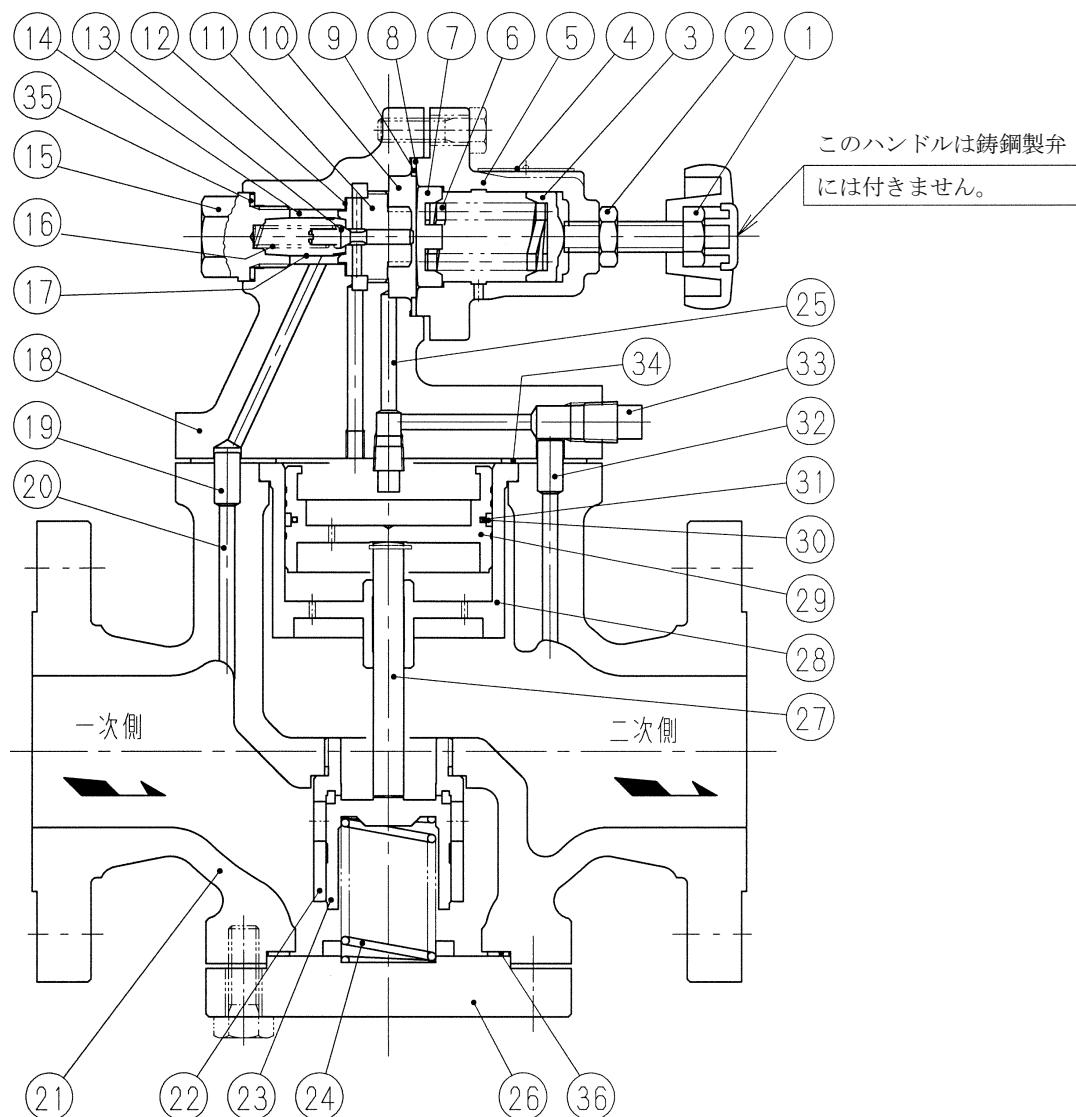

図1 構造図
<ul style="list-style-type: none">● オンオフ弁が閉弁しますと、蒸気ドレンが発生し蒸気配管中に充満します。 この状態でオンオフ弁を開弁しますと、スチームハンマーが発生し、減圧弁の弁箱が破損することがありますので、必ずスチームトラップを設置すること及びオンオフ弁をゆっくり開閉してください。 特に、配管径が 100 以上の大口径では、万一スチームハンマーが発生した場合、その衝撃で鋳鉄など脆性材料の弁箱は割れる可能性があり、プラントの停止や人身事故の危険性が考えられます。 トラップ設置や開閉速度に併せて、大口径の弁箱回りの材料は強度が強く破損しにくい鋳鋼製をお勧めします。● 分解に際して、まず配管中の蒸気を完全に抜去することが必要です。蒸気を止められない場合は、バイパス運転に切換え、減圧弁前後の止め弁を完全に閉じ、減圧弁内の残存蒸気は図 1 の上部ふた(18)の六角ボルトを僅かに緩めて放出します。 この時、蒸気が吹出す恐れがありますので、火傷やけがにはご注意ください。
- 図 1 の下部ふた(26)を外す際は、六角ボルトを少し緩め減圧弁内の残留ドレンを完全に排出します。残留ドレンは熱いので火傷しないようご注意ください。